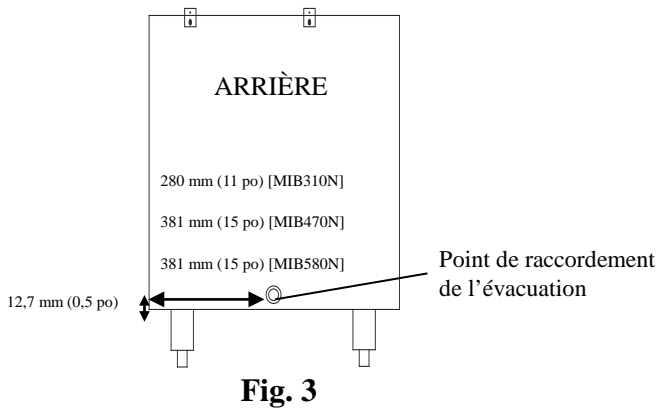

Fig. 3
1. Raccordez le tube de la conduite d'évacuation sur le point de raccordement d'évacuation de l'appareil (Fig. 3).